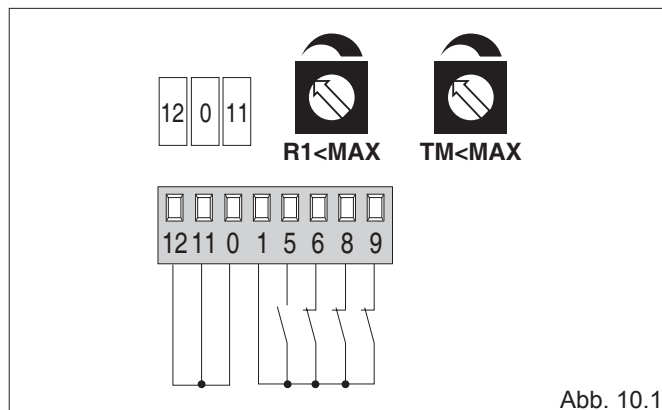

Abb. 10.1
**- (Abb. 10.1) Der Flügel soll über Kraftabschaltung an den mechanischen Anschlägen anhalten und bei Hinderniserkennung stoppen.**